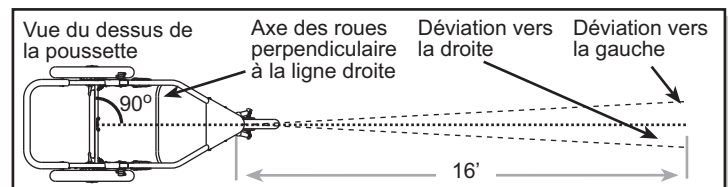

Fig. 12 Test de roulement de la poussette.
Remarque importante : Le réglage de l'alignement ne peut se faire que lorsque la fourche de la poussette est en position bloquée (mode jogging). Effectuez le test de roulement tel qu'il est décrit ci-dessous. Nous vous recommandons d'obtenir l'aide d'une autre personne pour procéder à ce test; celle-ci pourra attraper et vous renvoyer la poussette. La figure 12 illustre la marche à suivre pour effectuer ce test de roulement.
d. Si la poussette tire de façon constante vers la gauche ou vers la droite alors qu'elle est poussée droit, passez aux étapes ci-dessous, cela jusqu'à ce que l'alignement soit satisfaisant. La figure 12 illustre la manière d'interpréter les résultats.